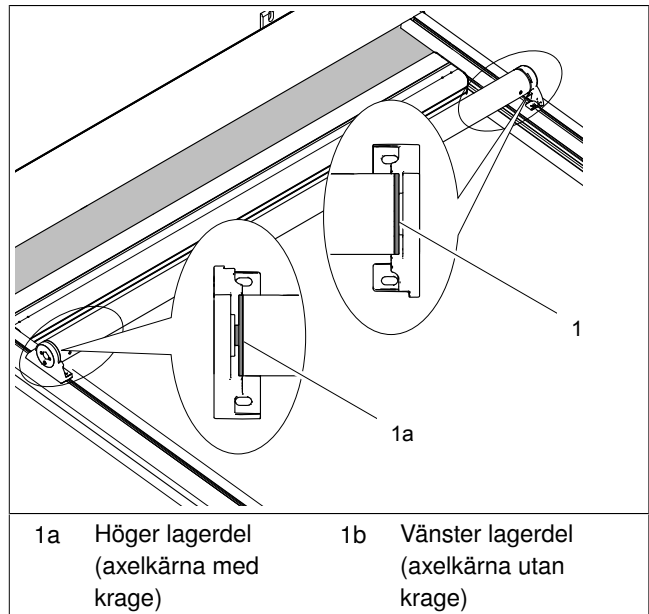

Bild 19: Fast förstärkningsprofil (anpassning till läget)
- För in fästplattan/in-fästningslisten på båda sidorna i spåret. Var uppmärksam på lagerdelarnas läge (fast: se Bild 19).
## Ställa in fast förstärkningsprofil (monteringsläge se Bild 19)